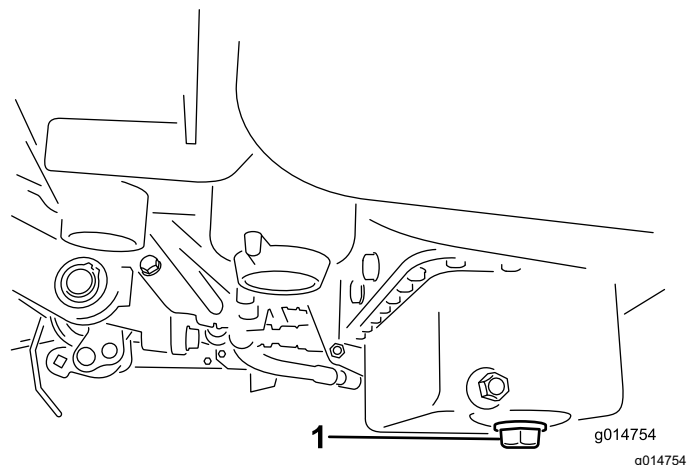

Figura 34
1. Retire el tapón de vaciado y deje fluir el aceite a un recipiente apropiado. Cuando el aceite deje de fluir, coloque el tapón de vaciado (Figura 34).